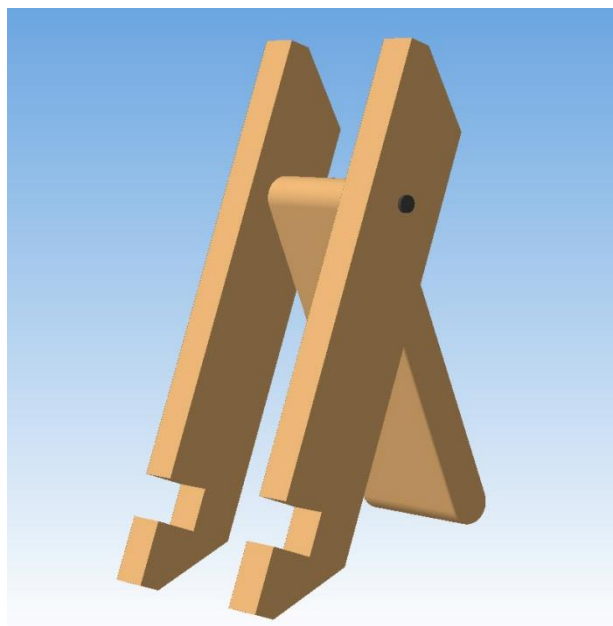

Рис. 2
- г. у обеих стоек выполнены пазы для крепления к ним горизонтальной рейки (см. Рис. 2).